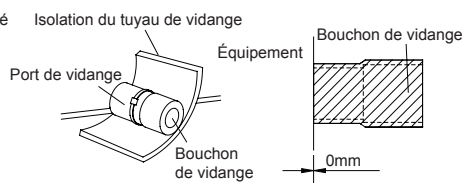

Fig. 29
- (10). Le port de vidange inutilisé doit être isolé correctement. (Fig. 29)